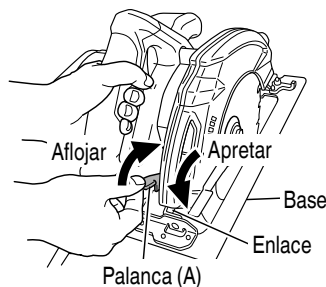
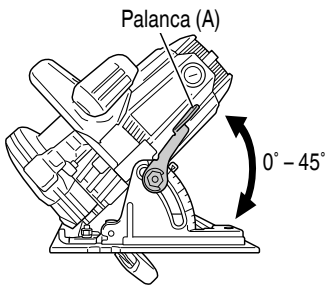

Fig. 7
Fig. 8
7. Verifique que la palanca (A) se encuentre apretada.
La flojedad de la palanca (A) para ajustar la profundidad de corte (Fig. 7) y de la palanca (A) para ajustar el ángulo de inclinación (Fig. 8) puede producir lesiones. Asegúrese de que se encuentren firmemente apretadas.
1. Ajuste de la profundidad de corte (Fig. 7)
La cuchilla de la sierra se puede inclinar desde 0° hasta un ángulo máximo de 55° con respecto a la base. Tal como se muestra en la Fig. 8, aflojando la palanca (A) de la escala de bisel, es posible inclinar la cuchilla de la sierra hasta un ángulo de 45° con respecto a la base.